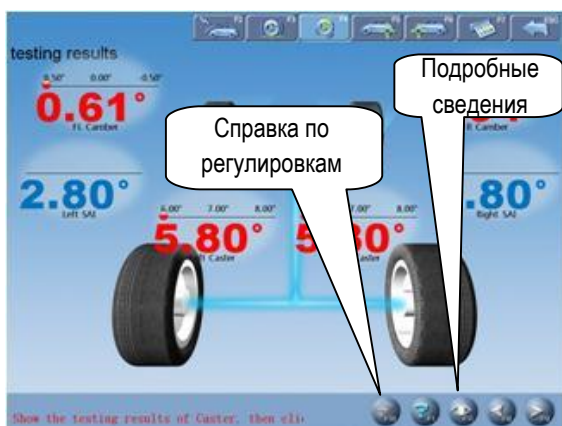

Рис.4.12
- После завершения тестирования установите рулевое колесо в среднее положение. Система автоматически переходит к следующему этапу для проверки результатов измерения. См. рис.4.12.